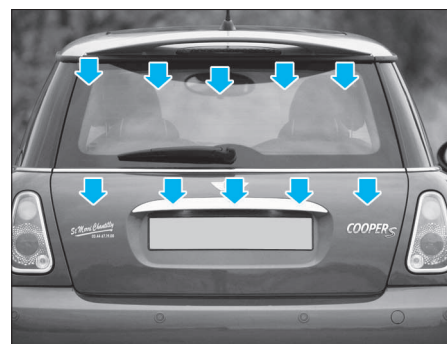

FIG. 57
- Dégraffer avec précaution les moulures inférieure et supérieure de la lunette AR comme illustré (Fig.57).